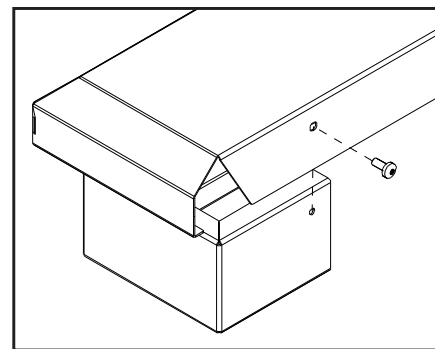

Figure 40: l'installation préalable de base sur riser
3. Si vous installez avec riser (s) du plateau de base doit être fixé à la colonne montante (s) avec un T-20 vis à chaque extrémité de l'arrière (voir figure 40).